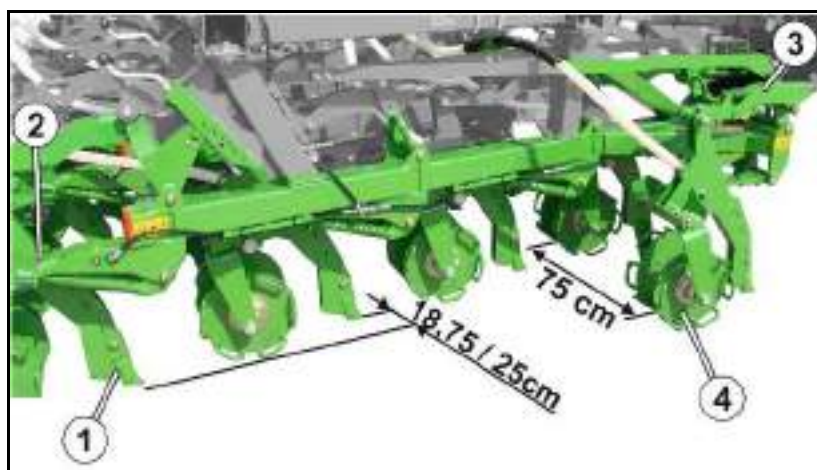

Рис. 40
Долотообразные сошники (Рис. 40/1) расположены в 4 ряда друг за другом со смещением. Расстояние между рядами – 18,75 см.
- существует возможность уклонения в горизонтальной плоскости благодаря нижней тяге из пружинной стали (Рис. 40/2);
- существует возможность уклонения в вертикальной плоскости с помощью изгибающейся верхней пружинной стальной тяги (Рис. 40/3).
Глубина заделки посевного материала определяется регулировкой глубины долоотообразных сошников (Рис. 40/1). Установленная глубина передается на расположенные за долоотообразными сошниками двойные диски (Рис. 40/4).